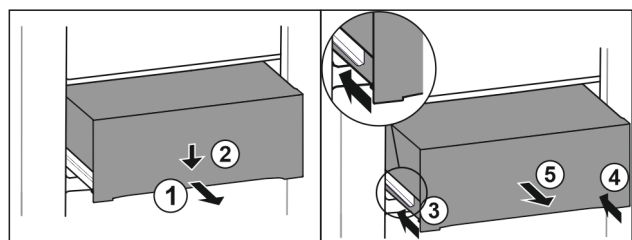

Fig. 82
- ▶ Zásuvku napůl vytáhněte. Fig. 82 (1)
- ▶ Stlačte zásuvku na přední straně dolů. Fig. 82 (2)
- ▶ Zasuňte levou kolejničku přibližně do 2 cm. Fig. 82 (3)
- ▶ Zasuňte pravou kolejničku přibližně do 2 cm. Fig. 82 (4)
- ▶ Vyjměte zásuvku dopředu. Fig. 82 (5)